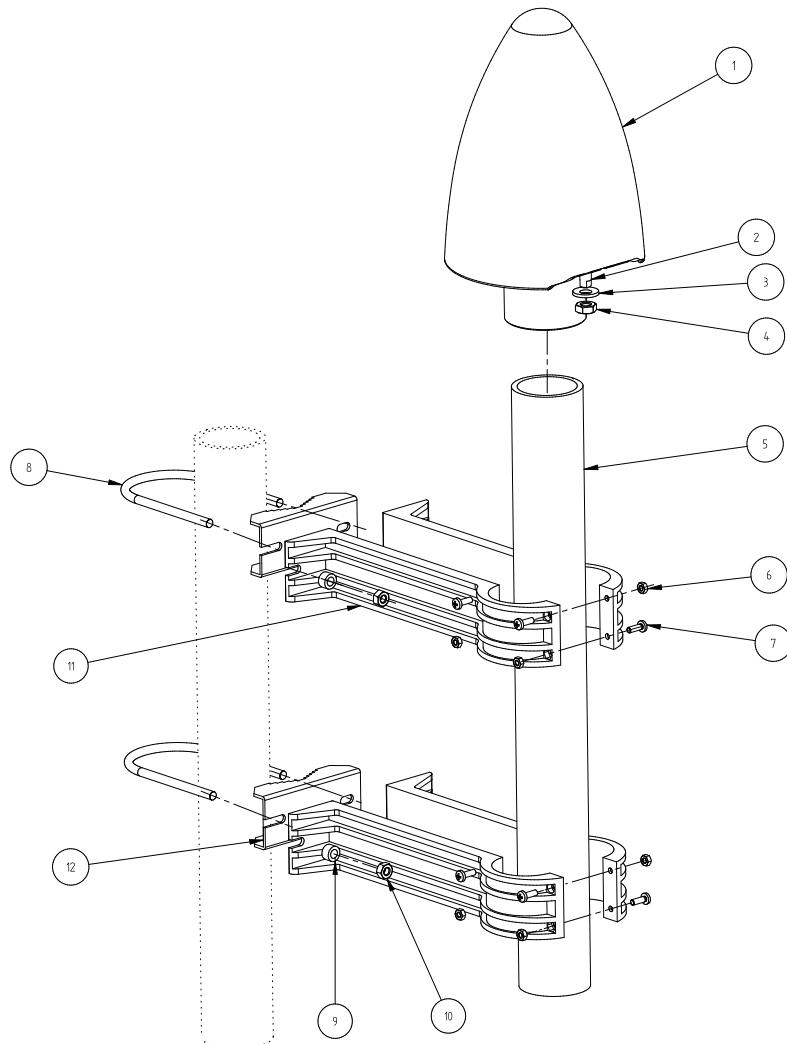
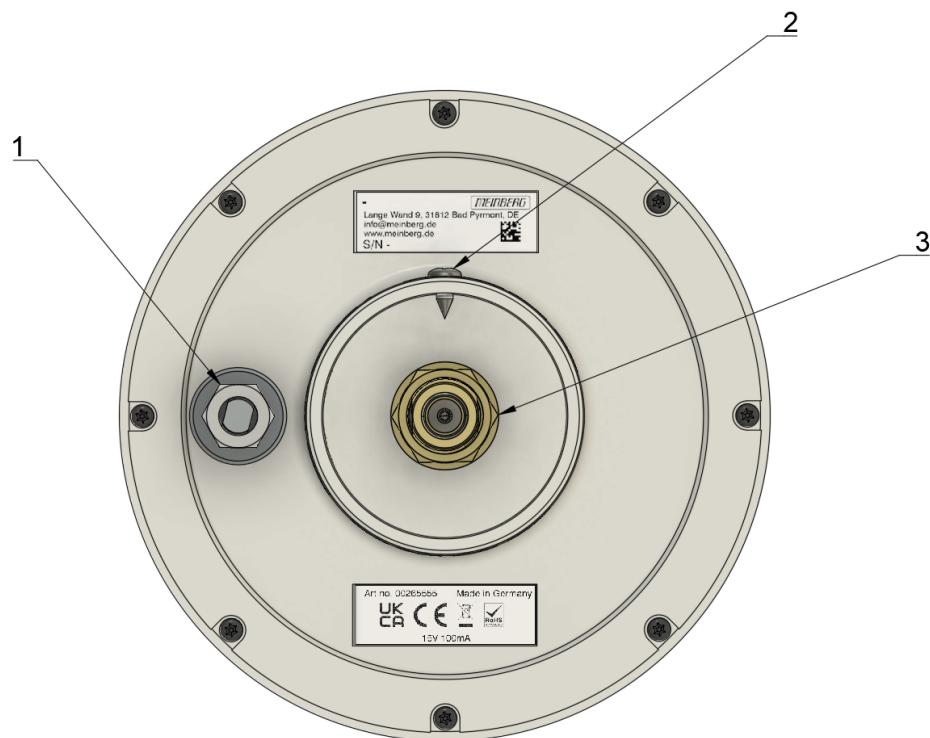

Abbildung 7.4: Montage einer Meinberg GNSS-Antenne an einem Mast
Abbildung 7.5: Unterseite GPSANTv2
■ Abb. 7.4 stellt die Montage einer Meinberg GNSS-Antenne an einem Mast dar.
1. Legen Sie das Antennenrohr (Pos. 5 in ■ Abb. 7.4) in die dafür vorgesehenen Wölbungen der beiden Paare der Antennenrohr-Halter (Pos. 11). Befestigen Sie das Antennenrohr in jeder der beiden Antennenrohr-Halter, mit vier M4x12-Linsenkopf Kreuzschlitz (Pos. 7) und den entsprechenden M4-Sechskantmuttern (Pos. 6). Um sicherzustellen, dass das Antennenrohr (Pos. 5) so sicher wie möglich sitzt, sollten die oberen und unteren M4x12-Schrauben (Pos. 7) in jedem der beiden Antennenrohr-Halter aus entgegengesetzten Richtungen eingesetzt werden, wie in ■ Abb. 7.4 gezeigt.
4. Führen Sie das eine Ende des Antennenkabels (N-Norm-Stecker) von unten durch das Antennenrohr (Pos. 5 in Abb. 7.4) sodass ca. 60 cm herausschauen. Schrauben Sie den N-Norm-Stecker mit dem notwendigen Anzugsdrehmoment von 1 Nm, auf die N-Norm-Buchse der Antenne (Pos. 3 in Abb. 7.5)
5. Setzen Sie die Antenne bis zum Anschlag auf das Antennenrohr. Schrauben Sie nun die Blechschraube (Pos. 2 in Abb. 7.5) im Sockel mit einem geeigneten Schraubendreher (Kreuzschlitz) fest und fixieren so die Antenne (Pos. 1 in Abb. 7.4) am Antennenrohr (Pos. 5 in Abb. 7.4).